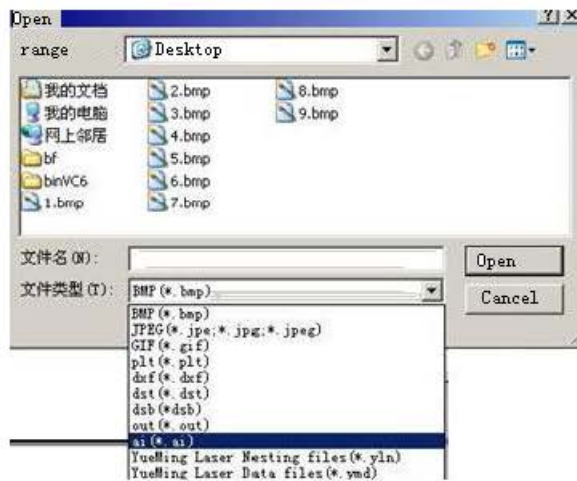

Fig. 3-66
1. Clique no menu "Importar arquivo" em "Arquivo" para exibir a caixa de diálogo na Fig. 3-66, selecione um arquivo e clique no botão "Abrir".